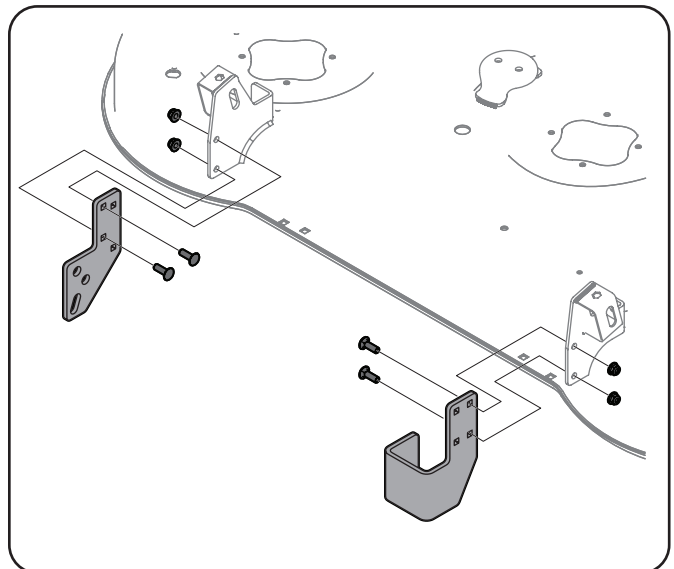

Figure 1-10
2. Instale las ménsulas de rodillo del lado izquierdo y derecho (n.º 6 y n.º 7) en la ubicación que se indica en la Figure 1-10 de la plataforma del Tractor con dos pernos de carro (n.º 1) y dos tuercas de seguridad de 5/16 (n.º 3) por lado. Consulte la Figure 1-10.